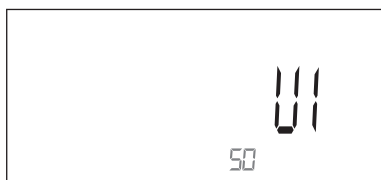

Fig. 3
3. Accedere alle impostazioni del profilo utente. Utilizzare la manopola per selezionare il profilo utente da U1 a U4 (Fig. 3). Inserire i dati: sesso, età (A), altezza (H), peso (W) e confermare con il pulsante MODE.